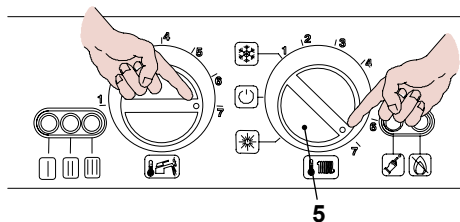

Figura 7.6
- Ruotare il selettore 5 come in Figura 7.6